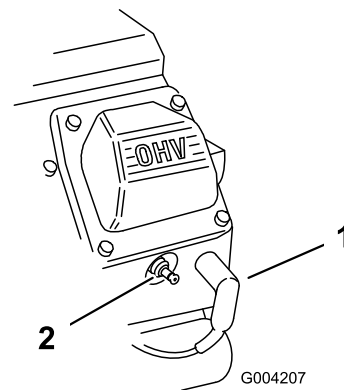

Рисунок 46
2. Снимите провода со свечей зажигания (Рисунок 46).
3. Наденьте провода на свечи зажигания (Рисунок 46).